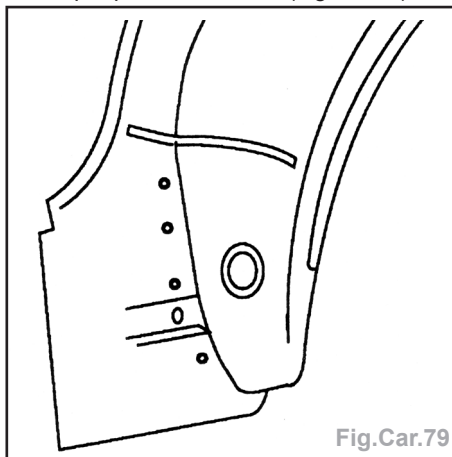

Fig.Car.79
- Percer à un $\varnothing 6,5$ mm pour soudage ultérieur par points bouchons (Fig.Car.79).